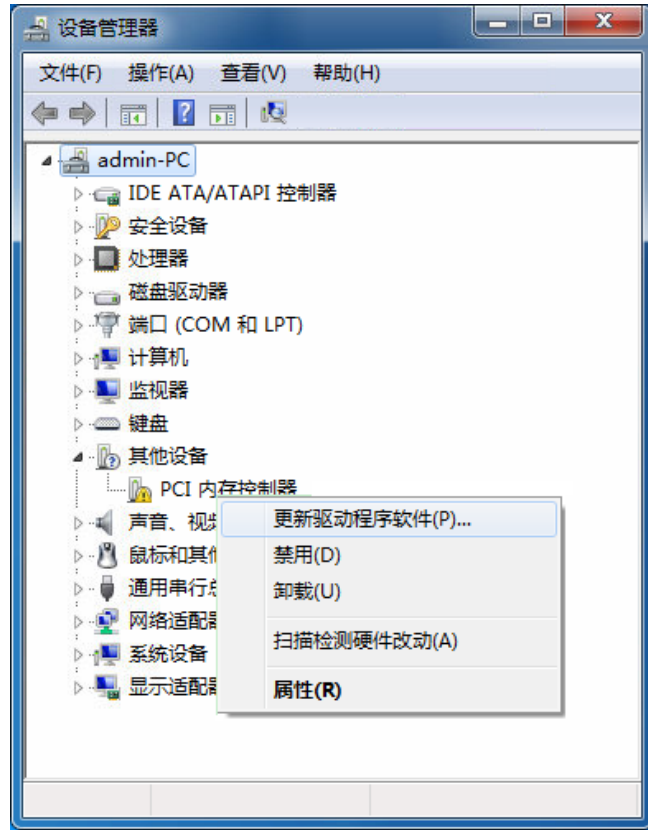

图 2-2 控制器驱动程序安装界面 2
(2) 选中“PCI 内存控制器”，点击鼠标右键。如图 2-2 所示，点击“更新驱动程序软件(P)...”。